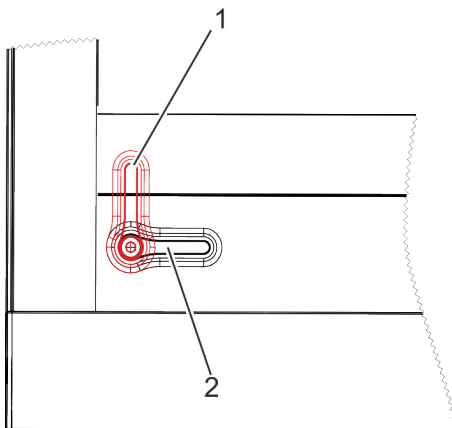

Abb. 5: Verschlussknebel Stellungen
3. ➔ Verschlussknebel der Notöffnungsseite öffnen (Abb. 5/1).